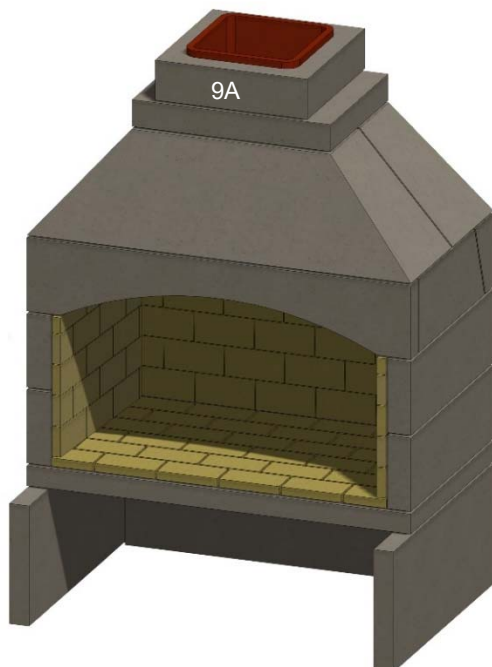

Figure 23. Conduit de cheminée
O. Installez la première section de cheminée en maçonnerie Stone Age (9A), avec la tuile s'étendant vers le haut. Remplissez le vide sur le fond avec du mortier pour créer une transition lisse. Voir la Figure 23.